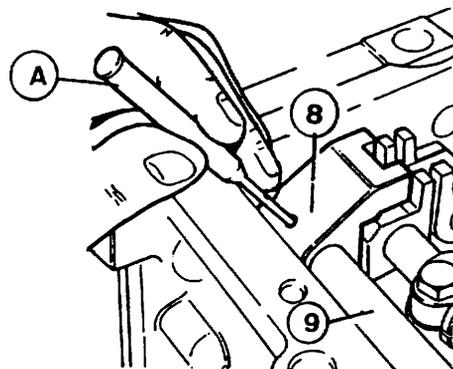

Fig. 3C.5-8
Desmonte el tornillo (10) que fija la horquilla selectora de 3a.-4a. velocidad a su eje selector (ver Fig. 3C.5-4)